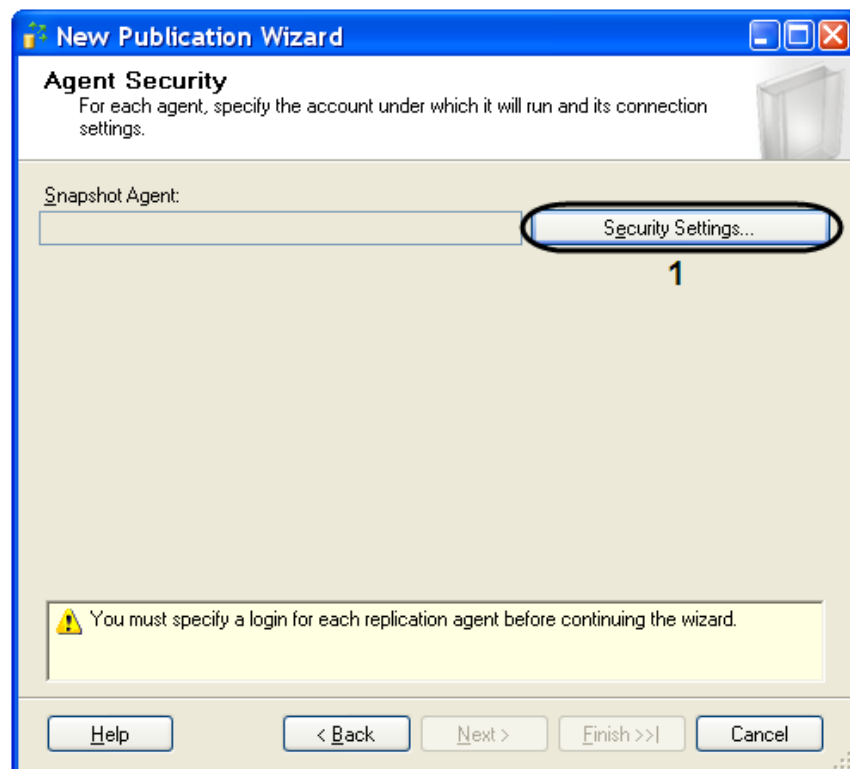

Рис. 11.3—8. Agent Security
- 10.13. В результате проделанной операции откроется окно «Snapshot Agent Security» (Рис. 11.3—9).